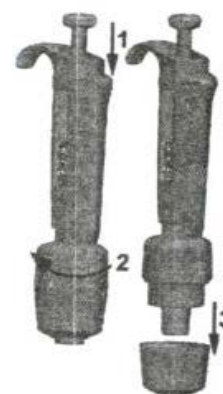

рис. 11
1. Отожмите вниз удалитель наконечника (рис. 11)